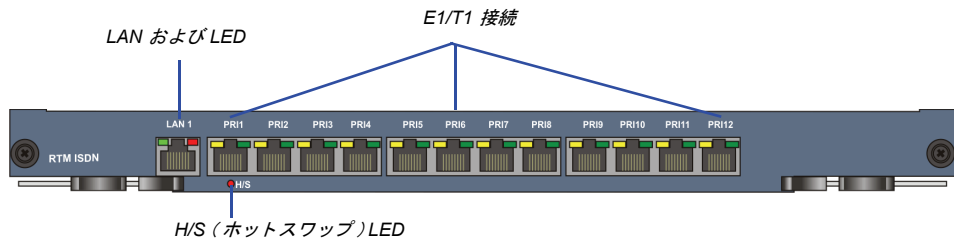

図 1-12 RMX 4000 の RTM ISDN リアパネル配置
- 図 1-12 に示すように、7 本の E1 または 9 本の T1 PRI 回線を 12 個のプラグのいずれかに接続できます。